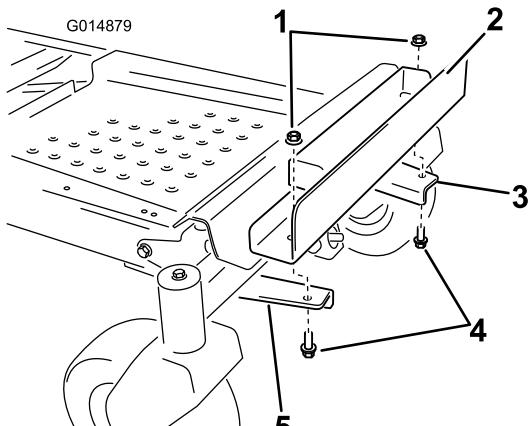

Figure 8
5. Installez le support de maintien de la masse sur les supports de fixation (Figure 8). Alignez les trous extérieurs du support avec les supports de fixation installés précédemment. Assurez-vous que le support est centré sur le châssis. Fixez l'ensemble avec deux boulons (3/8 x 1 pouce) et deux contre-écrous (3/8 pouce).